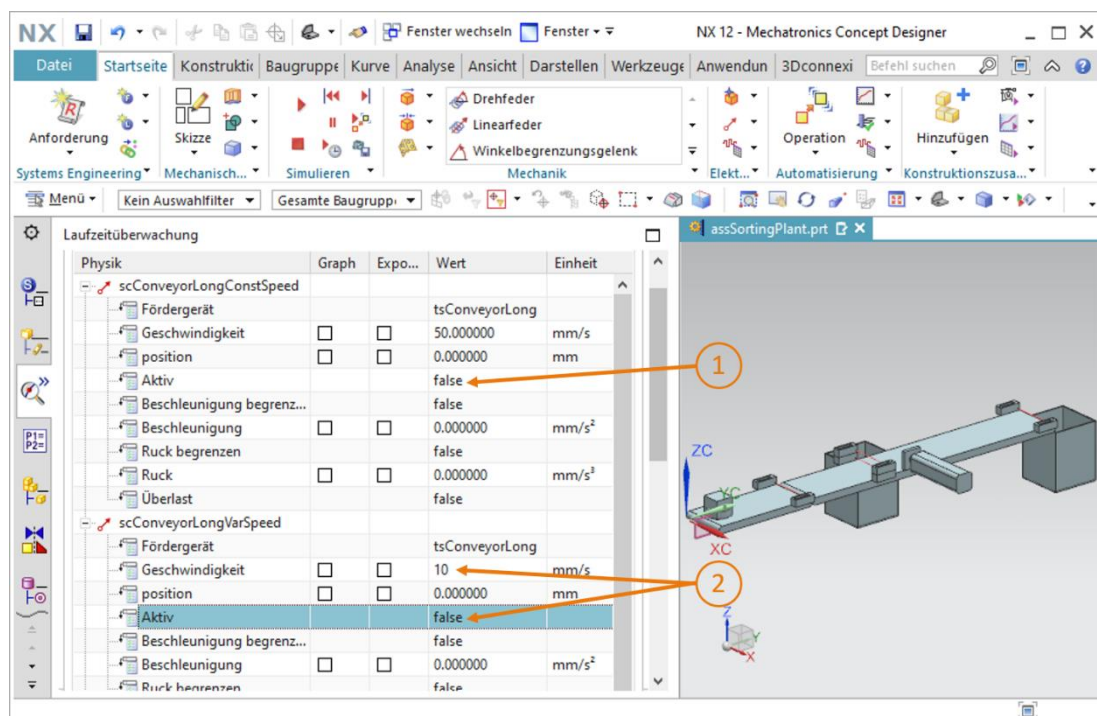

Abbildung 46: Simulation der Geschwindigkeitsregler über Laufzeitüberwachung vorbereiten
- Damit sind alle Geschwindigkeitsregler für die Förderbänder definiert worden. Simulieren Sie das Resultat. Zuvor fügen Sie jedoch Ihre in diesem Kapitel erstellten Geschwindigkeitsregler zur Laufzeitüberwachung hinzu. Gehen Sie dazu wie in Kapitel 4.3, "Abschnitt: Hinzufügen & Steuern einer Eigenschaft in der Simulation" beschrieben vor. Führen Sie im Reiter Laufzeitüberwachung der Ressourcenleiste vor dem Start der Simulation noch folgende Änderungen durch (teilweise in Abbildung 46 dargestellt):